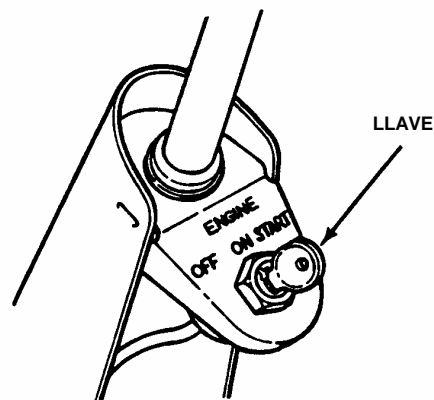

FIGURA 2.7
6. Ponga la llave de contacto en "START" (ARRANQUE) hasta que el motor arranca. Vea la figura 2.7. **NOTA:** Si después de 5 segundos de hacer girar el motor éste no arranca, suelte la llave, asegúrese que el pedal de embrague/freno está pisado a fondo y después de aproximadamente 20 segundos intente nuevamente el arranque.